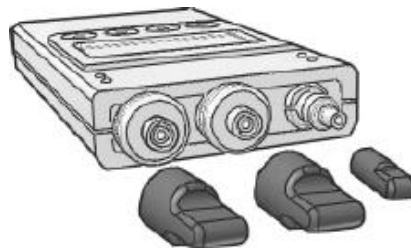

Рис.1
6.2. Указания по замене адаптера (рис.1)